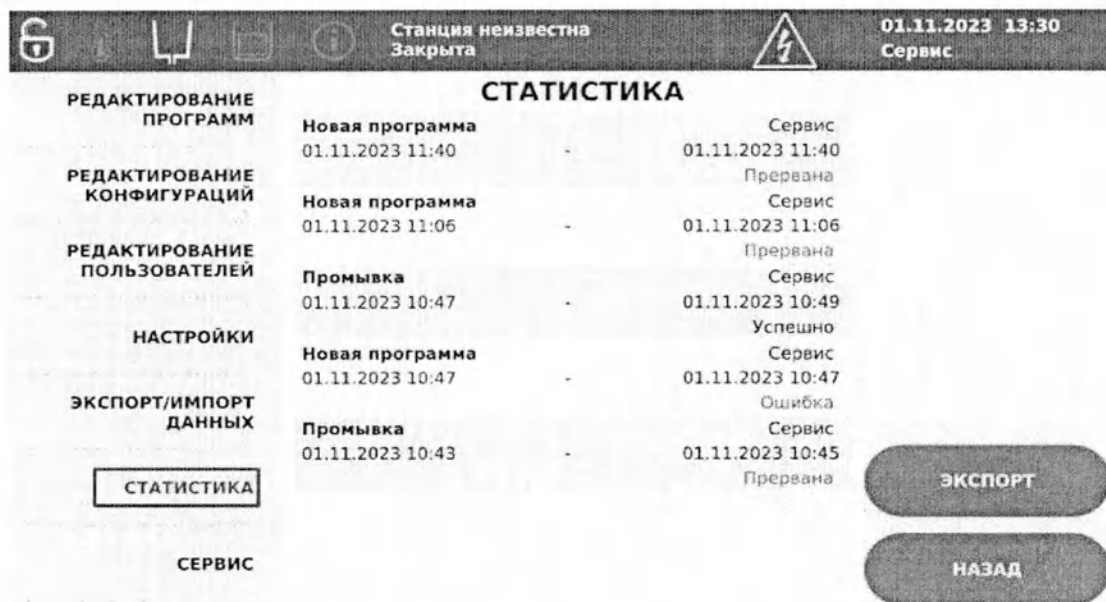

Рисунок 6.32 – Статистика
6.29.1 Экран **СТАТИСТИКА** (Рисунок 6.32) содержит следующие данные: